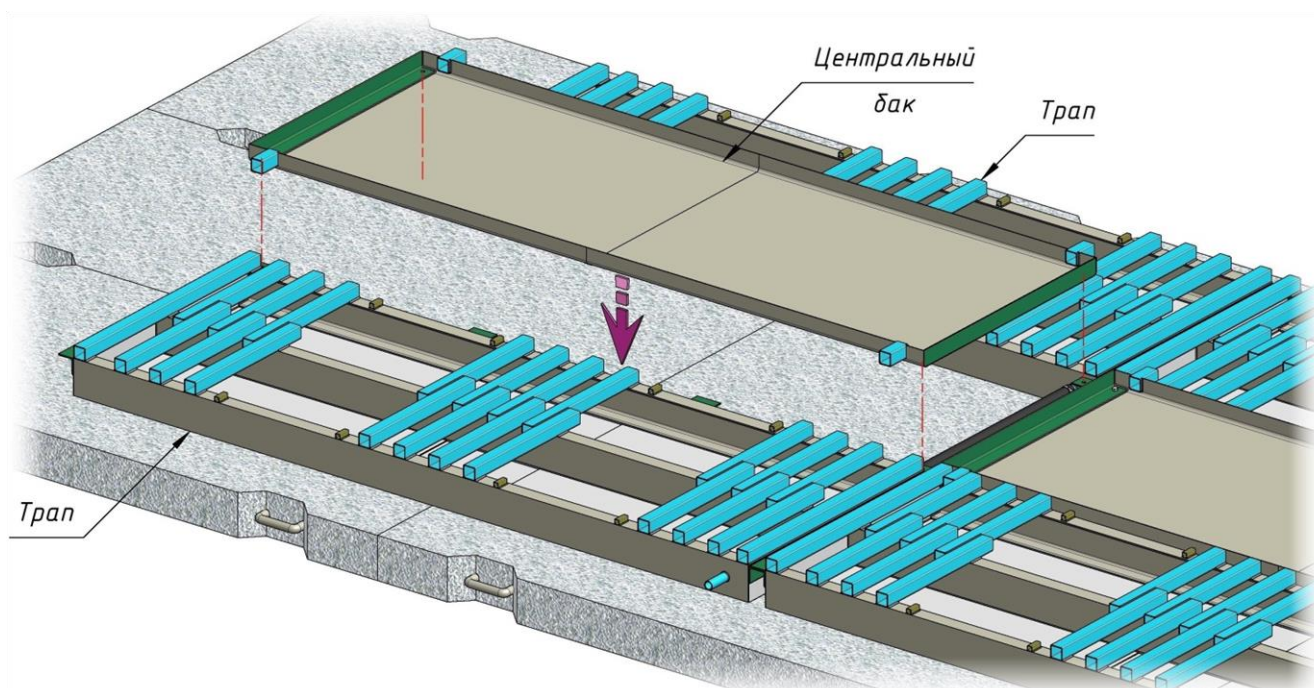

Рисунок 5
– между трапами устанавливается второй центральный бак, который также крепится с помощью четырех болтов M12x40/гаек M12 за монтажные уголки (смотри рис. 5);